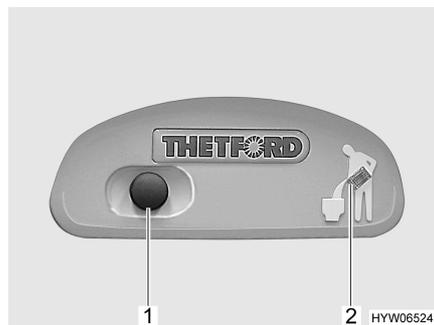
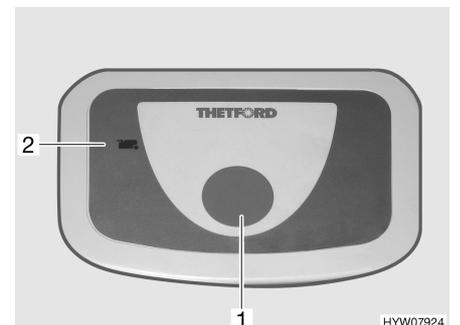

Fig. 90 Bouton pour la chasse d'eau/ voyant de contrôle des toilettes Thetford
Fig. 91 Bouton pour la chasse d'eau/ voyant de contrôle des toilettes Thetford (alternative)
- Pour actionner la chasse d'eau, appuyer sur le bouton bleu (Fig. 90, 1 ou Fig. 91, 1).
Le voyant de contrôle (Fig. 90, 2 ou Fig. 91, 2) s'allume lorsque le réservoir pour matières fécales doit être vidé.